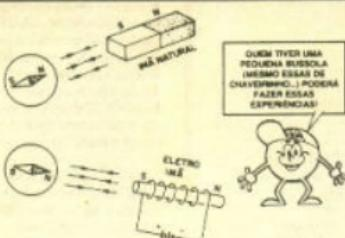

Fig. 8
- FIG. 8 - Um ELETROIMÃ, portanto, comporta-se magneticamente de maneira idêntica à de um ímã natural, com polos de "nome igual" repelindo-se, e polos de "nome diferente" atraíndo-se. Podemos comprovar isso aproximando de uma bússola, tanto um pedaço de ímã natural, como um eletroimã: ambos gerarão a mesma deflexão da agulha (desde que a polaridade magnética esteja orientada em conformidade).